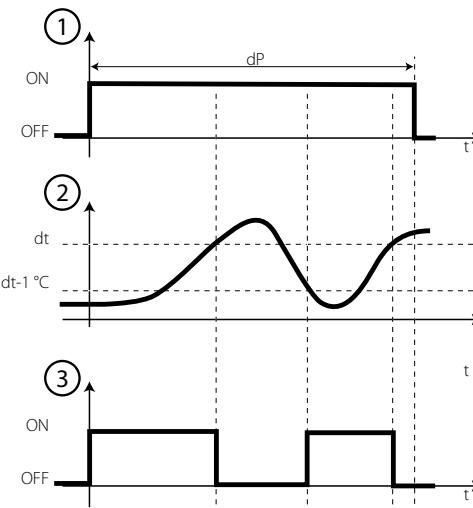

Fig. 4.g
- повременитермостата(толькоприсопротивлении);спомощьюведенного в программу времени: позволяет выйти из режима размораживания, только когда температура находится ниже уровня размораживания, гарантируя экономию энергии размораживание выпарного устройства, даже в самых сложных ситуациях (смотреть Fig. 4.g).